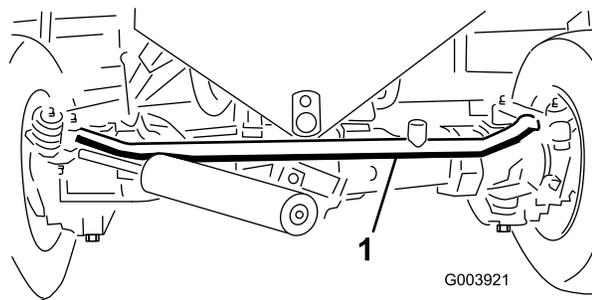

Figura 66
3. Allentate i fermi su entrambe le estremità del tirante (Figura 66).